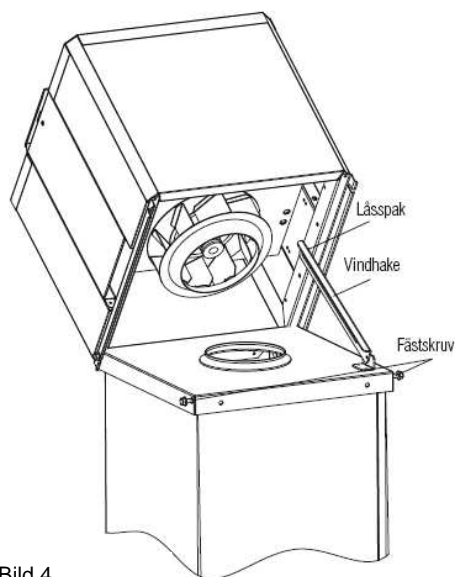

Bild 4.
2. Öppna fästskruvarna ca. 10 mm så att fläkthöljet kan fällas upp med hjälp av gångjärnen. Vidhaken låser fläkthöljet automatiskt i ändläge, se Bild 4.
5. När servicen är utförd, frigör uppfällningsstödet genom att trycka på låsspaken (se Bild 4) och sänk fläkthöljet tillbaka på